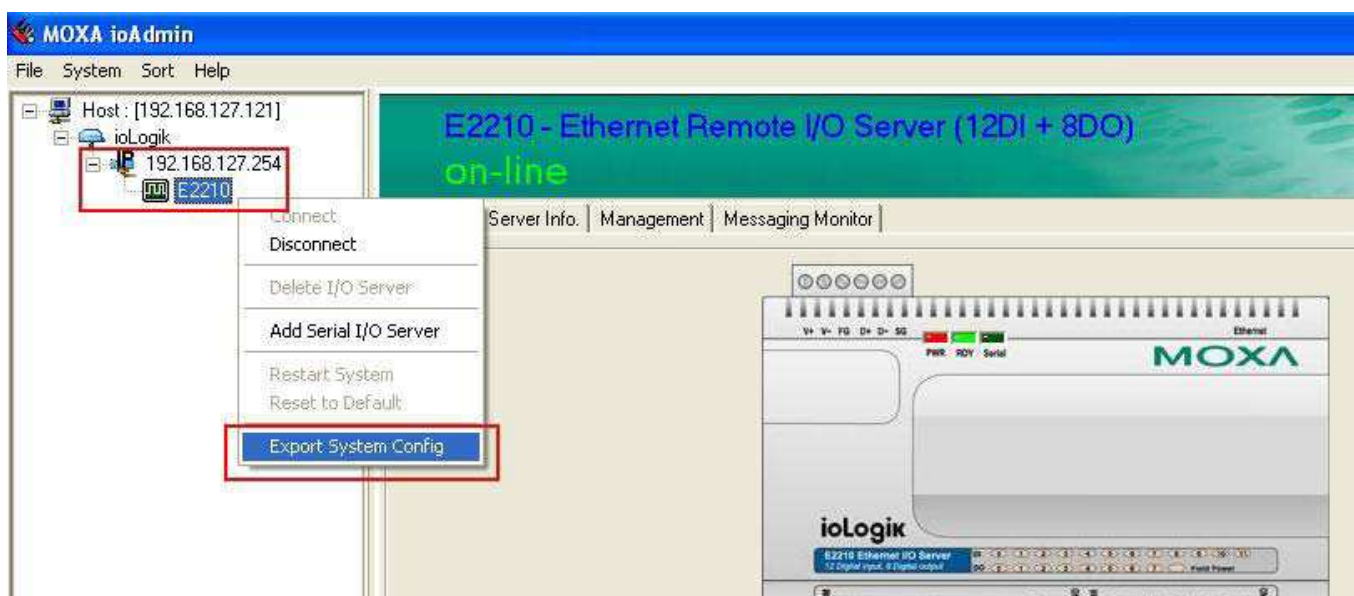

Рис. 1
1.1 Запустите программу ioAdmin. В левом меню выберите устройство ioLogik E2210, чью таблицу Modbus адресов нужно экспортировать, и нажмите правой кнопкой мыши. В появившемся меню выберите раздел **Export System Config** и сохраните конфигурационный файл (Рис.1).